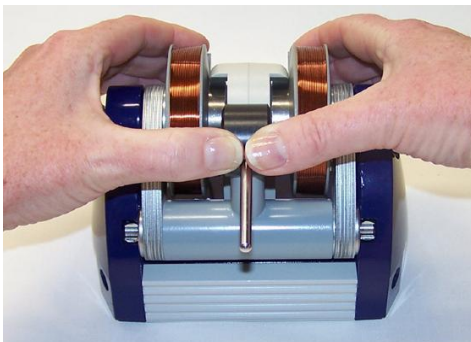

Fig. 7 Rimozione dell'unità magnetica dall'unità di base
- Fissare il giogo con il pollice e con le dita tirare in avanti l'unità magnetica finché il giogo non si trova tra i magneti. Quindi rimuovere l'intera unità dall'unità di base (vedere fig. 7).